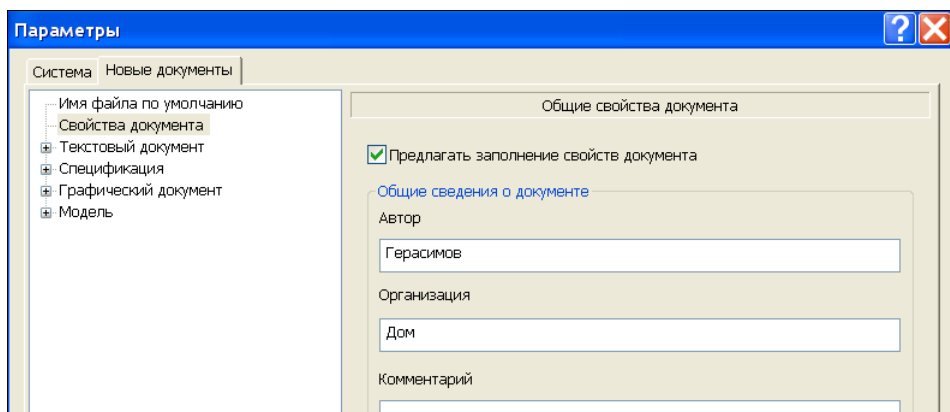

Рис. 15.17. Диалоговое окно **Параметры** с открытой панелью **Общие свойства документа**
- ◆ щелкните ЛК мыши по пункту **Свойства документа**. В правой части появилась панель **Общие свойства документа** (рис. 15.17). На этой панели предлагается заполнить свойства документа по умолчанию: имя автора, организацию и комментарий и отключить появление диалога при первом сохранении. Заполните строчку **Автор** и снимите флажок **Предлагать заполнение свойств документа**;